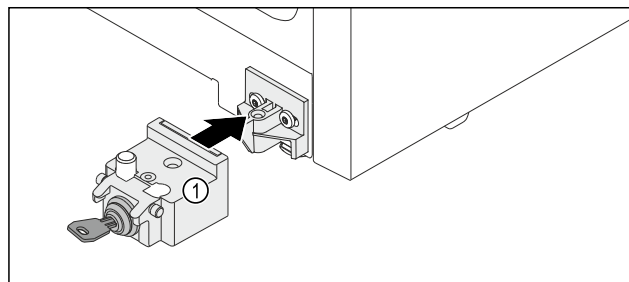

Fig. 18
- Poser le dispositif de fermeture Fig. 18 (1).